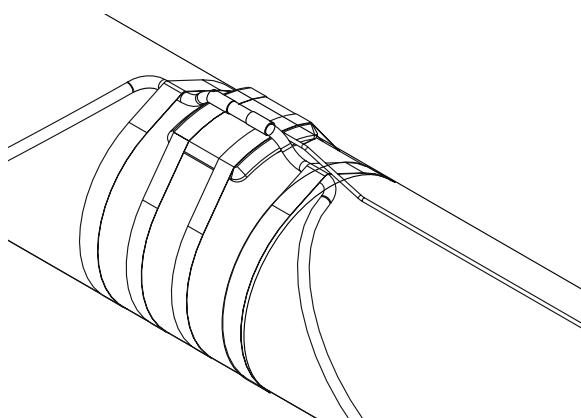

Figura 7: Ponto quente artificial
- A posição correta é em cima do tubo [veja a Figura 7].